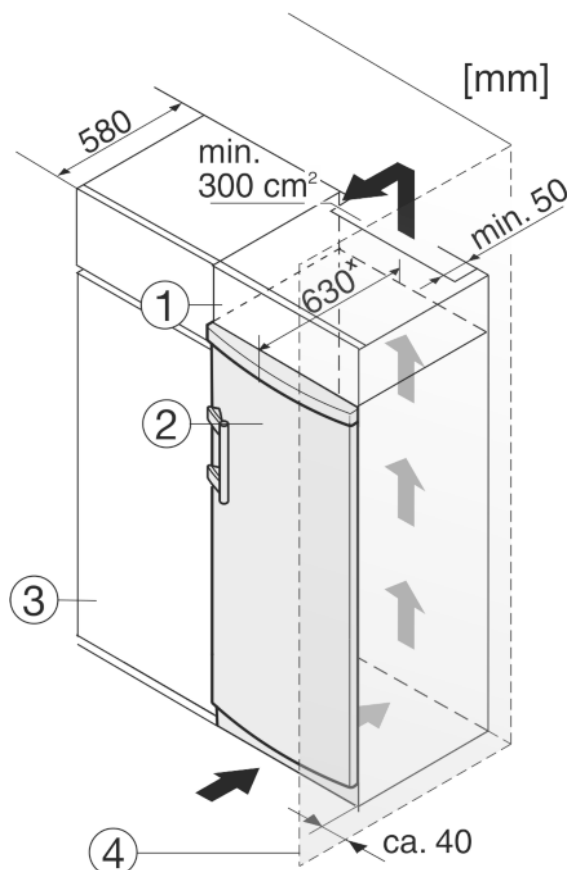

Fig. 9
- (1) Opbouwkast (3) Keukenkast
(2) Apparaat (4) Wand
Het apparaat Fig. 9 (2) kan worden ingebouwd in de keuken. Om het apparaat aan de hoogte van het keukenblok aan te passen, kunt u er een passende opbouwkast Fig. 9 (1) op plaatsen.
Bij een ombouw met keukenkasten (diepte max. 580 mm) kan het apparaat direct naast de keukenkast Fig. 9 (3) worden geplaatst. Het apparaat steekt aan de zijkant 34 mm* en in het midden 50 mm* uit ten opzichte van het keukenkastfront.
Plaats u het apparaat met de scharnierkant naast een muur Fig. 9 (4), dan moet de afstand tussen apparaat en muur minstens 40 mm bedragen. Dit in verband met het uitsteken van de deurgreep bij een geopende deur.